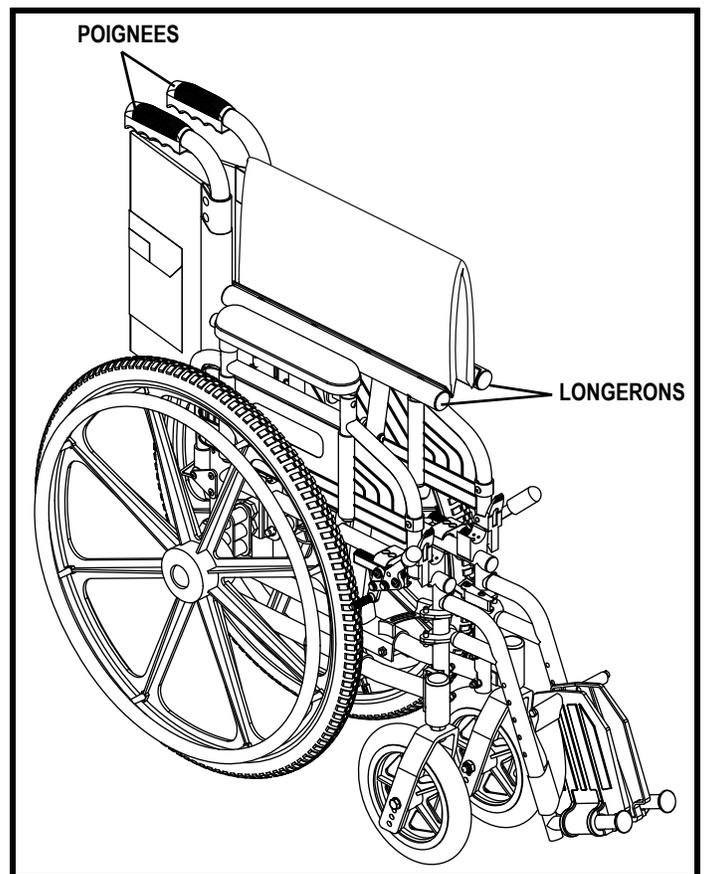

Figure 10. Points de manipulation
2. D'une seule main, attrapez les deux poignées et comprimez-les ensemble. **Voir la figure 10.**